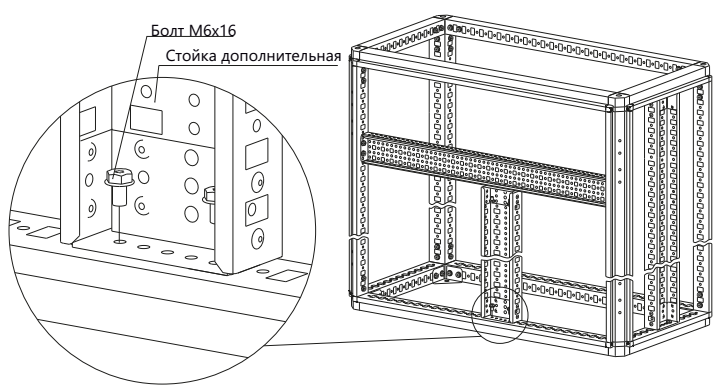

Рисунок 3
4.1.3 Установить стойку дополнительную вертикальную в каркас и закрепить болтами самонарезающими М6×16 (рисунок 3). Момент затяжки – 7 Н·м.